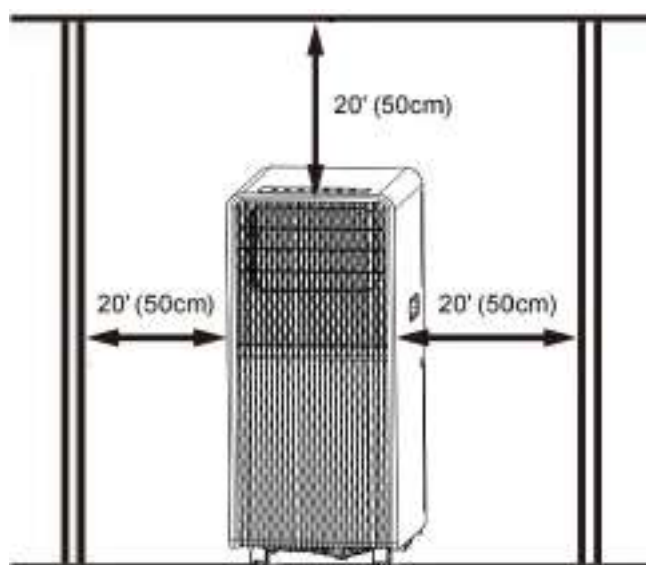

Fig. 3
- Il condizionatore mobile deve essere installato in un luogo pianeggiante e vuoto. Non ostruire l'uscita dell'aria e la distanza necessaria intorno ad essa deve essere di almeno 50 cm (vedere la Fig. 3)
1. Il condizionatore d'aria estratto deve essere installato in un luogo piatto e vuoto tutt'intorno. Non ostruire l'uscita dell'aria e la distanza necessaria intorno ad essa deve essere di almeno 50 cm (vedere la Fig. 3)